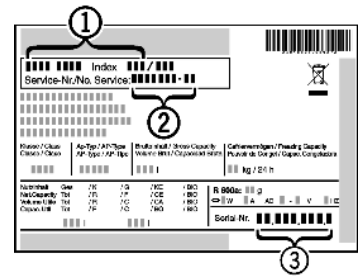

Fig. 36
- ▶ Relever la désignation de l'appareil Fig. 36 (1), le n° de service Fig. 36 (2) et le n° de série Fig. 36 (3) sur la plaquette signalétique. Cette plaquette se trouve sur la paroi intérieure gauche de l'appareil.
- ▶ Informer le S.A.V. et lui communiquer la panne, la désignation de l'appareil Fig. 36 (1), le n° de service Fig. 36 (2) et le n° de série Fig. 36 (3).